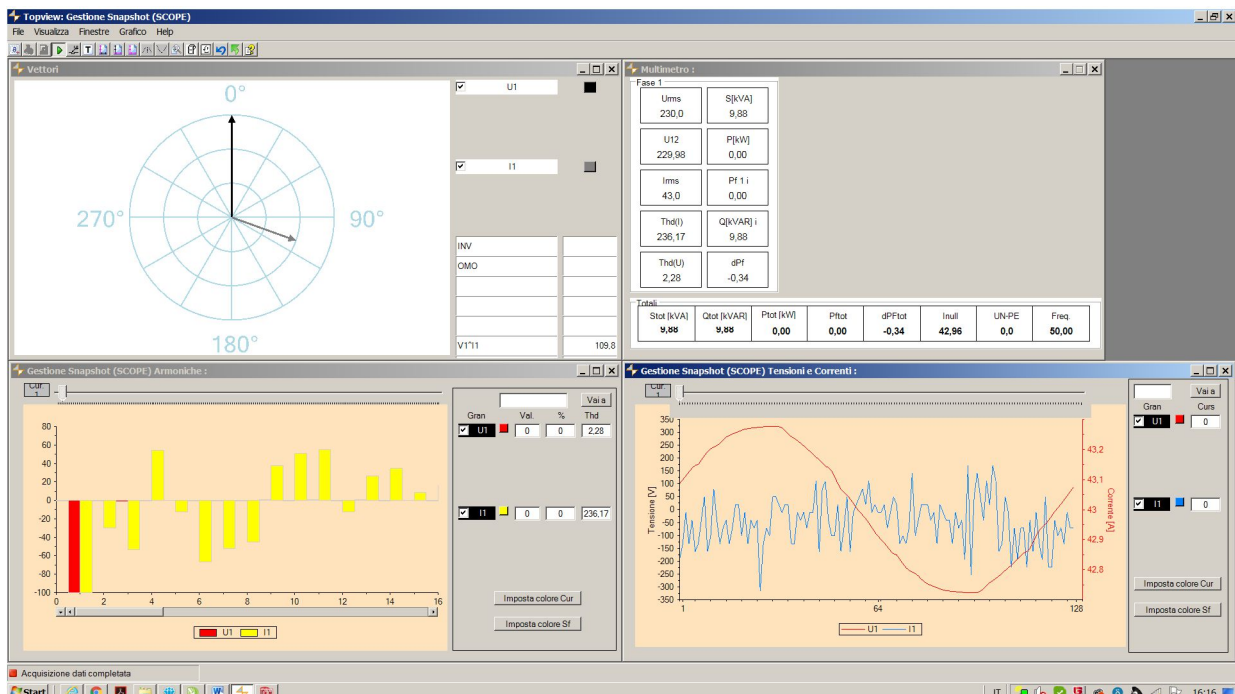

Fig. 20: Visualizzazione grandezze in tempo reale
8. Cliccare sul tasto “Avanti” per aprire la visualizzazione dei valori delle grandezze in tempo reale sotto forma di tabelle, forme d’onda, grafici delle armoniche e diagramma vettoriale, come mostrato nella Fig. 20